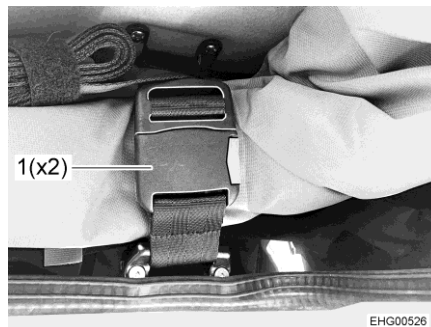

Fig. 52 Hebilla
- Abrir ambas hebillas (Fig. 52,1).